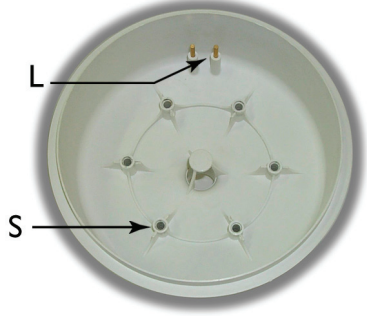

Fig. 4
- pulire il contenitore del cilindro rimuovendo le incrostazioni con un utensile morbido curando di non intaccare le superfici d’appoggio della guarnizione e degli O-Ring; utilizzare eventualmente una soluzione tiepida di acido acetico diluito per facilitare la rimozione del calcare. Pulire accuratamente i sensori di alto livello (vedi Fig 4 – L). Controllare che non vi siano tracce di bruciature sulla parte interna del cilindro, sintomo di archi elettrici o di ponti di calcare; se ciò si verifica, sostituire il cilindro completamente poiché le caratteristiche del materiale potrebbero essere state compromesse;
- clean the cylinder case, removing scale using a soft implement and making sure not to damage the gasket and O-Ring support surfaces; if necessary use a lukewarm solution of diluted acetic acid to help remove the lime scale. Carefully clean the high level sensors (see Fig 4 – L). Make sure there are no signs of burning on the inside of the cylinder, denoting electrical arcs or lime scale bridges; if these are evident, replace the cylinder as the characteristics of the materials may have been compromised;